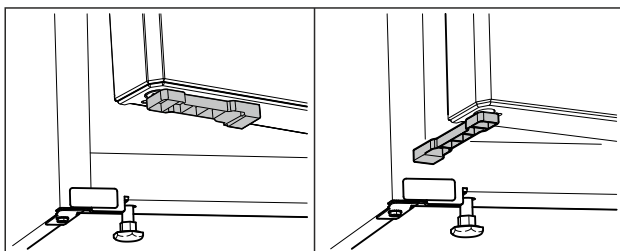

Fig. 75 *
- Otočte distanční držák dveří o 90°. (viz Fig. 75) *